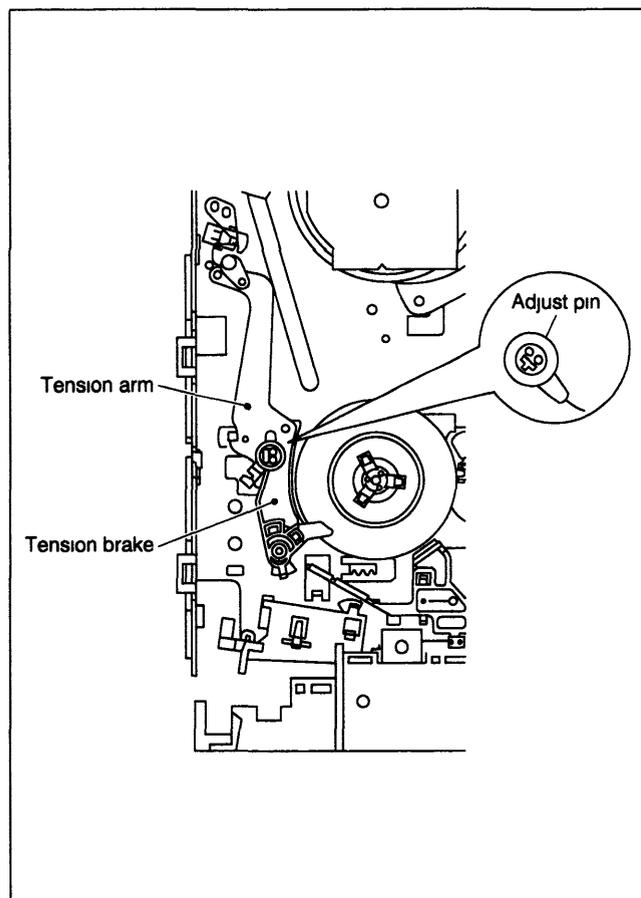

Fig. 2-4-8
- 2) Enquanto no modo Play, gire o pino de ajuste (ajust pin) com uma chave de fenda, tomando cuidado para não tocar no poste de 2,5 mm de diâmetro. (Veja Fig 2-4-8)